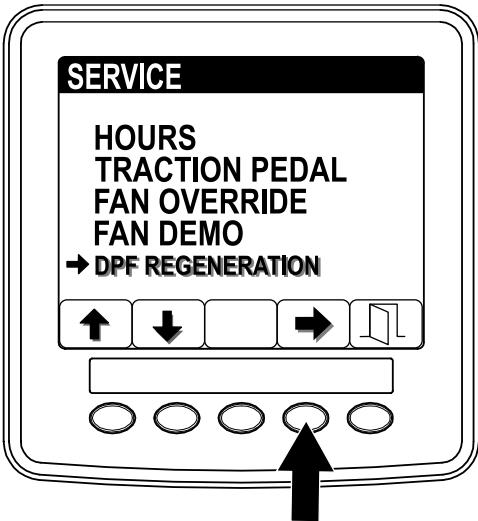

图4
1. 访问 Service (维护) 菜单，按 1 号或 2 号按钮滚动至 DPF REGENERATION (DPF 再生) 选项 (图4)。
- 按 4 号按钮选择 DPF Regeneration (DPF 再生) 条目 (图4)。